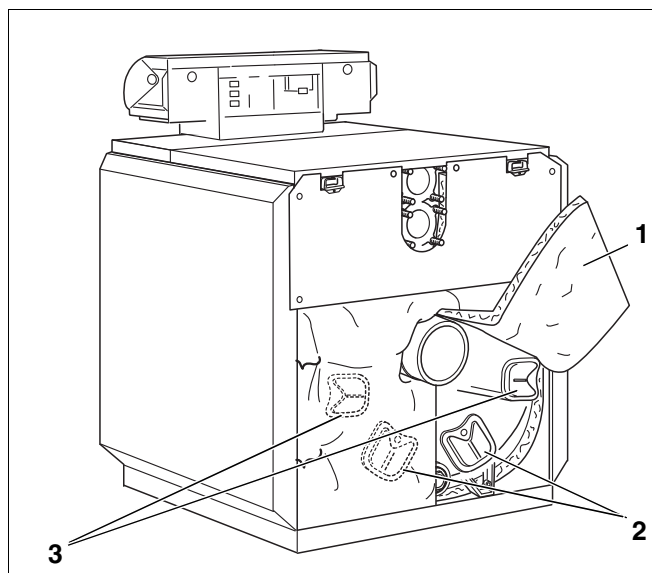

Рис. 52 Демонтаж крышки люка для чистки
- Завести оба конца теплоизоляции наверх (рис. 52, поз. 1) и закрепить их там пружинами.
- Снять крышки люков для чистки с задней секции (рис. 52, поз. 2) и с коллектора дымовых газов (рис. 52, поз. 3).